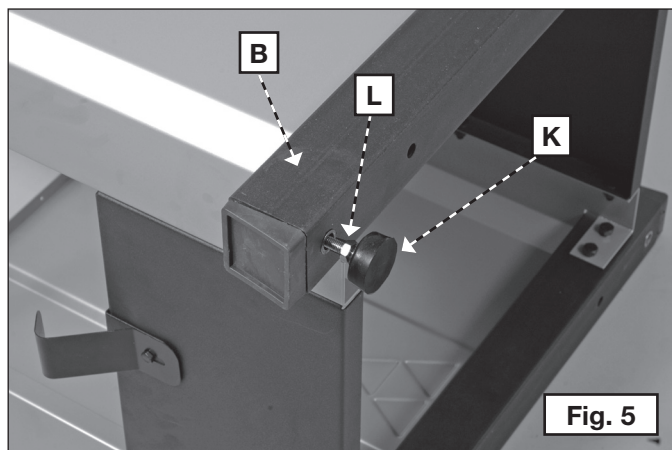

Fig. 5
1. Vuelque la base de costado y coloque las cuatro patas niveladoras (K) Fig. 5 en los cuatro orificios roscados ubicados en la parte inferior de las patas (B). Asegúrese de que las contratuercas de las patas niveladoras (L) estén flojas.